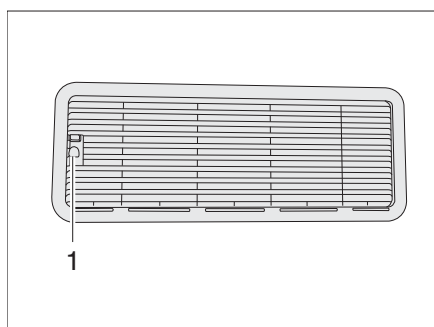
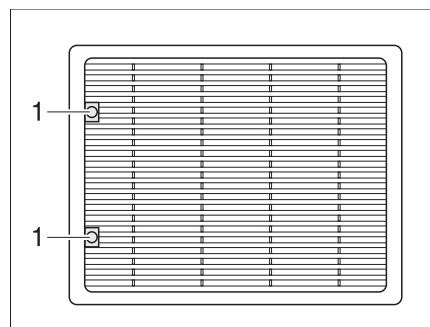

Fig. 109 Griglia di aerazione del frigorifero (Dometic piccolo)
Fig. 110 Griglia di aerazione del frigorifero (Dometic grande)
- Premere sul bloccaggio (Fig. 109,1 o Fig. 110,1).